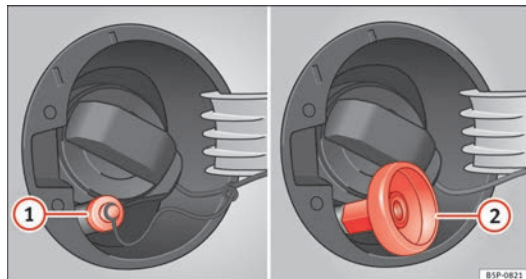

Fig. 160 Trappe à carburant ouverte avec goulot de remplissage de GPL et adaptateur.
- Enlevez le bouchon du goulot de remplissage de gaz ⇒ fig. 160 ①.
- Introduisez l'adaptateur correspondant ② au goulot de remplissage du GPL.